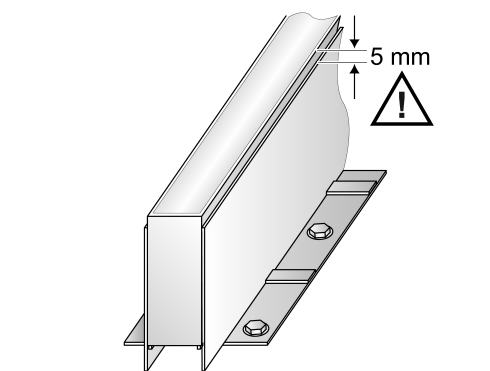

Bild 6: Eingesetzte Leuchte
- i** Die eingesetzte Leuchte ragt 5 mm über die Rahmenoberkante hinaus (Bild 6). Die Oberkante des Fertigfußbodens (OKFF) muss später ebenfalls 5 mm über dem Rahmen liegen.